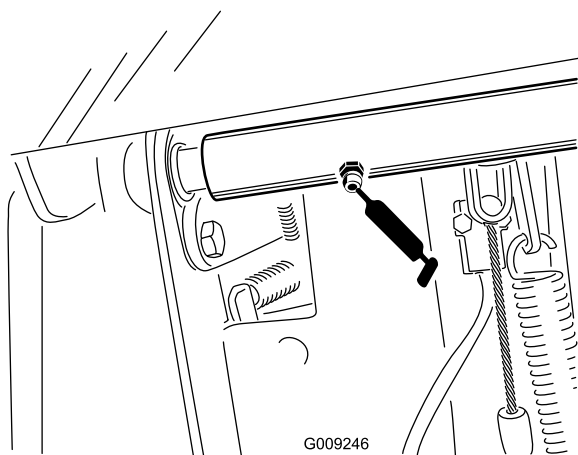

Figure 51
- 1 roulement d'axe de pivot de frein (Figure 51)